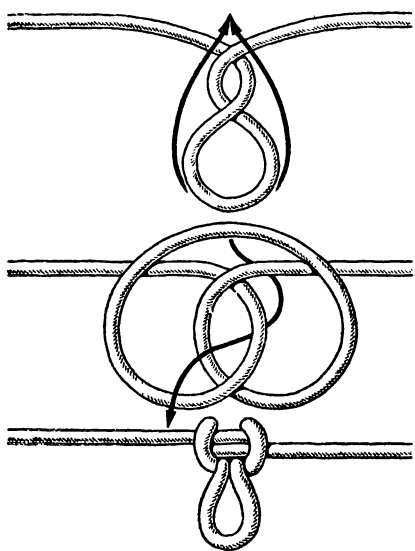

Рис. 74. Ездовая петля
**Ездовая петля** (рис. 74). Так же как и бурлацкая, ездовая петля рассчитана на тягу в любом направлении и может быть завязана в середине троса. Она вяжется более сложным способом, чем бурлацкая петля, но зато более прочна и надежна.